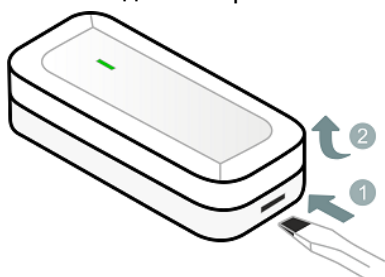
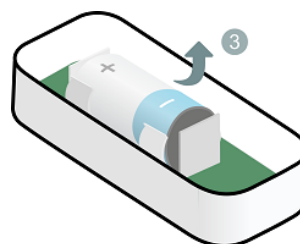
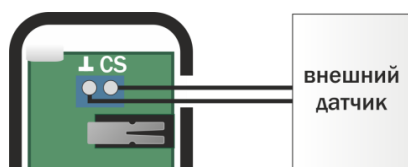

Рисунок 6.3 – Вскрытие корпуса датчика
Рисунок 6.4 – Извлечение батареи
Рисунок 8.1 – Схема подключения внешнего проводного датчика открытия (геркона)
- 2.2. Если датчик не в первый раз переводится в режим связывания, то вскройте корпус датчика: при помощи плоской отвертки нажмите на одну из защелок и, не отпуская защелку, потяните крышку корпуса вверх (см. рисунок 6.3). Извлеките батарею из датчика (см. рисунок 6.4). Подождите 30 секунд и установите батарею обратно, соблюдая полярность.
Для подключения геркона вскройте корпус датчика (см. рисунок 6.3). Подключите провода геркона к клемме, расположенной на плате датчика, как показано на схеме (см. рисунок 8.1).
2. С помощью индикации на датчике. Для этого вскройте корпус датчика (см. рисунок 6.3) и дважды нажмите на кнопку тампера (7, рисунок 2.1). Посмотрите на индикатор датчика. Соответствие уровня связи и индикации представлено в таблице 9.1.
- 1) Вскройте корпус датчика (см. рисунок 6.3).